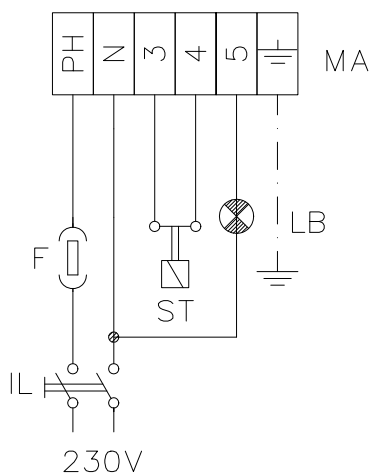
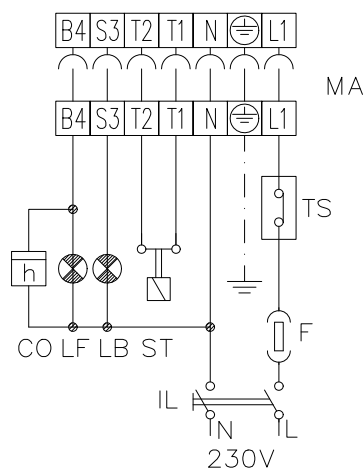

Fig. 5a
Fig. 5b
- Efectuati legaturile electrice conform schemelor din Fig. 5a si Fig. 5b ;